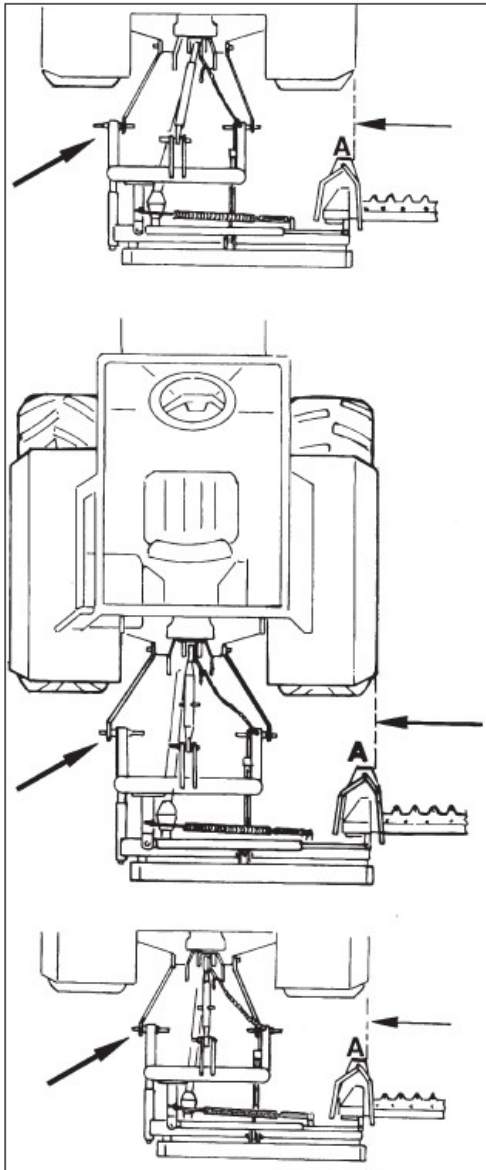
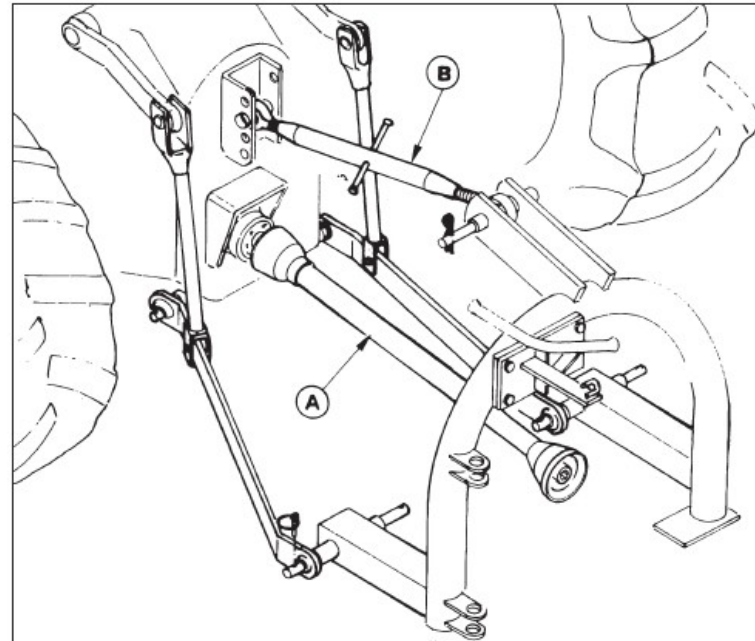
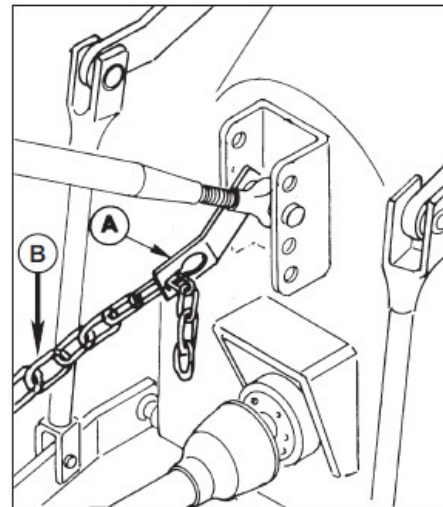
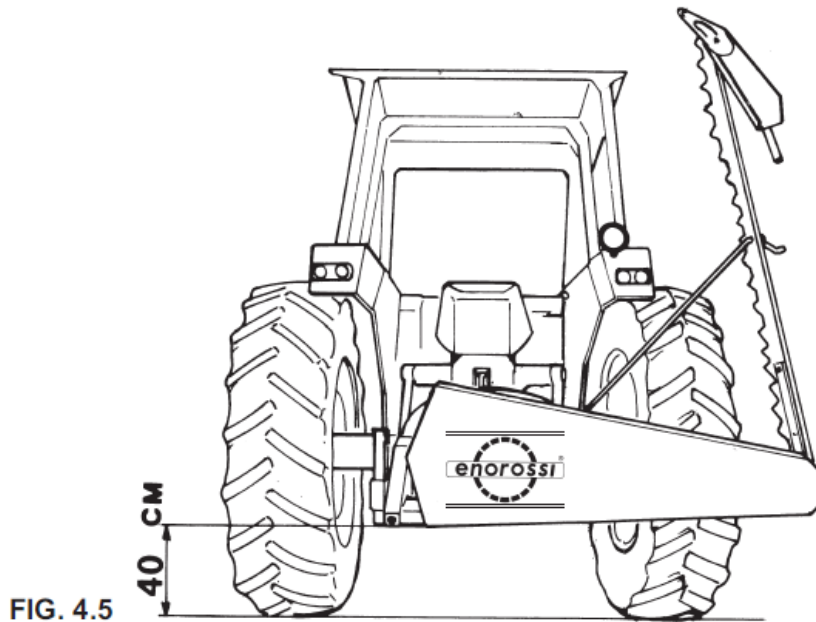

FIG. 4.2
FIG. 4.3
FIG. 4.4
FIG. 4.5
Secondo la carreggiata del trattore utilizzare i perni interni od esterni in modo che la slitta interna della barra (A) si trovi all'interno della ruota del trattore (Fig. 4.2).
Collegare l'albero cardanico (A) ed il braccio terzo punto (B) (Fig. 4.3). Inserire la piastra attacco catena (A) nel perno terzo punto (Fig. 4.4).
In alternativa per l'aggancio della catena (B) (Fig. 4.4) utilizzare il cavallotto in dotazione ad un foro della struttura del trattore, purchè si trovi all'incirca alla stessa altezza dell'attacco terzo punto.
**IMPORTANT:** According to the type of tractor you have use either internal or external pins "A" (see drawing below) so that internal skid of sickle bar mower "A" (Fig. 4.2) remains behind tractor wheel.
Connect P.T.O. shaft "A" and three point hitch top link "B" (Fig. 4.3).
Attach chain hitch plate to three point hitch (Fig. 4.4) (A) or use "U" bolt (supplied by us) to connect chainto tractor. Make sure that chain is connected at approximately same height of three point hitch and to a rigid location of tractor.
Según la anchura del carril del tractor, emplear los pernos internos y externos de forma que la corredera interna de la barra (A) se encuentre detrás de la rueda del tractor (Fig. 4.2). Conectar el árbol Cardán (A) y el brazo tercer punto (B) (Fig. 4.3). Introducir la plancha de enganche de la cadena (A) en el perno tercer punto (Fig. 4.4). O bien, para el enganche de la cadena (B) (Fig. 4.4) se puede emplear el perno de U en dotación, fijándolo a un agujero de la estructura del tractor, siempre que éste se encuentre aproximadamente a la misma altura del enganche tercer punto.
Selon l'écartement du tracteur, utiliser les pivots internes ou externes de façon à ce que le patin interne de la barre (A) se trouve à l'intérieur de la roue du tracteur (Fig. 4.2).
Raccorder l'arbre cardan (A) et le bras troisième point (B) (Fig. 4.3).
Insérer la plaque attache chaîne (A) dans le pivot troisième point (Fig. 4.4).
Comme alternative pour accrocher la chaîne (B) (Fig. 4.4) utiliser l'anneau de fixation fourni et l'accrocher à un orifice de la structure du tracteur à condition qu'il se trouve à peu près à la même hauteur que l'attache troisième point.
Agendo sul sollevatore, alzare la macchina e regolare la catena (Fig. 4.4) in modo che l'albero cardanico sia all'incirca in posizione orizzontale.
La parte inferiore del telaio si troverà a circa 40 Cm. da terra (Fig. 4.5).
Levantar la máquina con el elevador y regular la cadena (Fig. 4.4) de forma que el árbol Cardán se encuentre más o menos en posición horizontal. La parte inferior del chasis se encontrará a unos 40 cm. del suelo (Fig. 4.5).
Using hydraulic lift raise sickle bar mower and adjust chain (Fig. 4.4) so that P.T.O. shaft is horizontal position.
Clearance of lower part of sickle bar mower frame should be of 40 cm. (15.7 Inches) from ground (Fig. 4.5).
En agissant sur l'élévateur, lever la machine et régler la chaîne (Fig. 4.4) de façon à ce que l'arbre cardan se trouve à peu près en position horizontale.
La partie inférieure du châssis se trouvera à environ 40 Cm. du sol (Fig. 4.5).